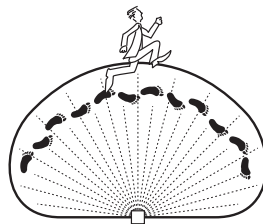

Figure 6
3. Déplacez-vous dans la zone de couverture, en remarquant l'endroit où vous trouvez lorsque la lumière s'allume. Le voyant à DEL rouge situé derrière la lentille du détecteur de mouvement clignote à plusieurs reprises lorsqu'un mouvement est détecté (voir la Figure 6).